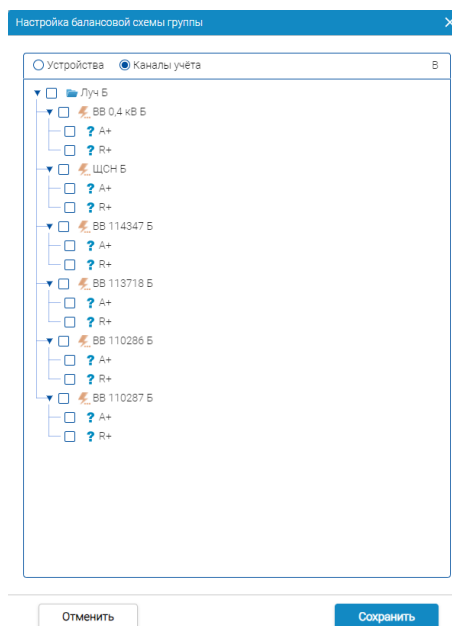

Рисунок 174 – Настройка балансной схемы группы – Режим настройки по каналам учета
С помощью переключателя (1) (см. рисунок 174) возможно настроить балансную схему по каналам учета (2).